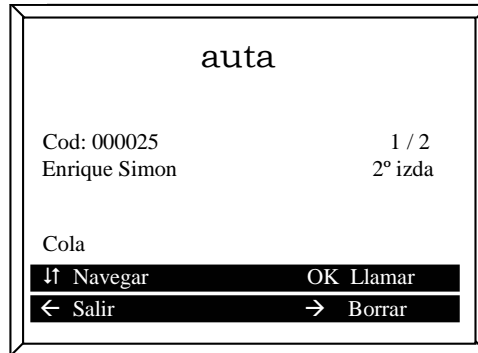

Figura 7. Ejemplo con 2 llamadas almacenadas en cola.
- La CCI muestra en pantalla los datos de la vivienda o central de la que provino la llamada, de forma similar a como se muestran en el directorio. Además indica en la parte derecha el orden en el que la llamada ha sido encolada y el total de llamadas en la cola (ver figura 7).